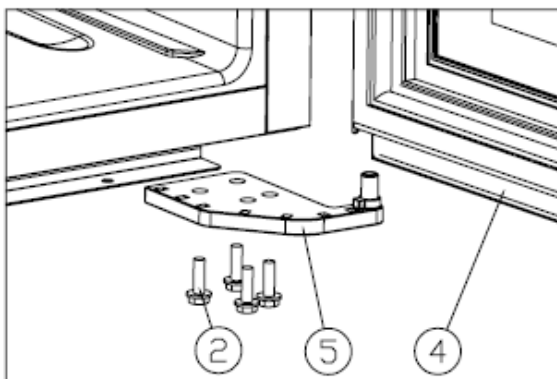

Figure 2
- Déserrez les vis (2), démontez la charnière inférieure droite (5), et retirez la porte. [Figure 2].